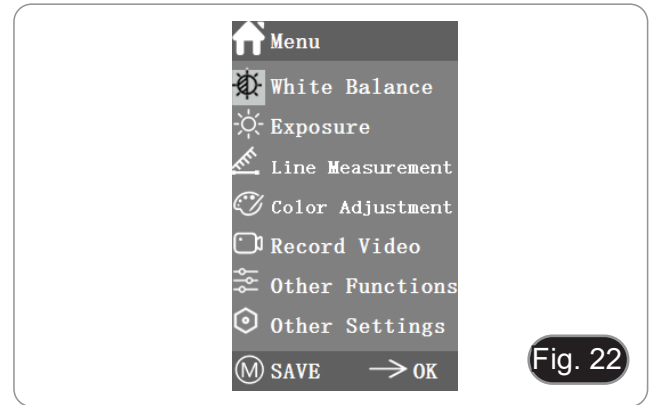

Fig. 22
2. A posição do cursor actual (ou seja, a posição do ícone destacado) é a opção de função de equilíbrio de brancos. (Fig. 22)